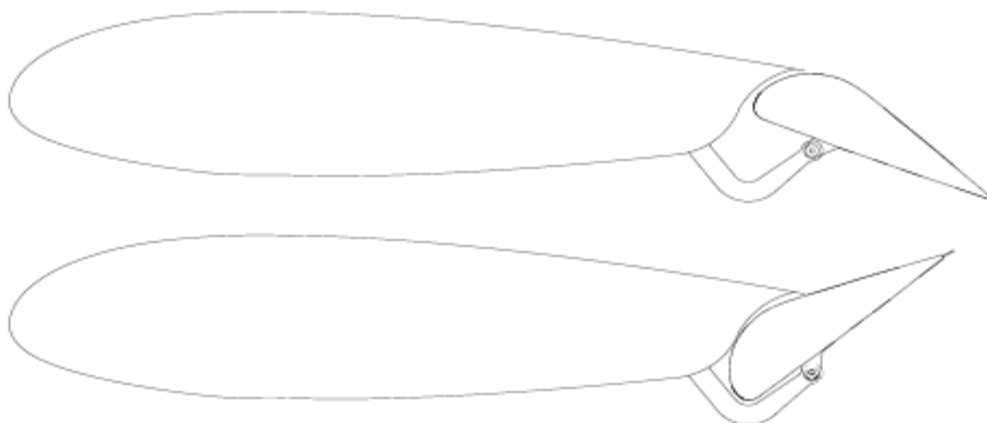

Figura 57.60.16 – Deflexões dos Ailerons.
4. Verificar os ângulos de deflexão 28° para cima e 20° para baixo com o auxílio de um transferidor eletrônico. A referência a partir da posição neutra do aileron, como ilustrado na figura 57.60.16.